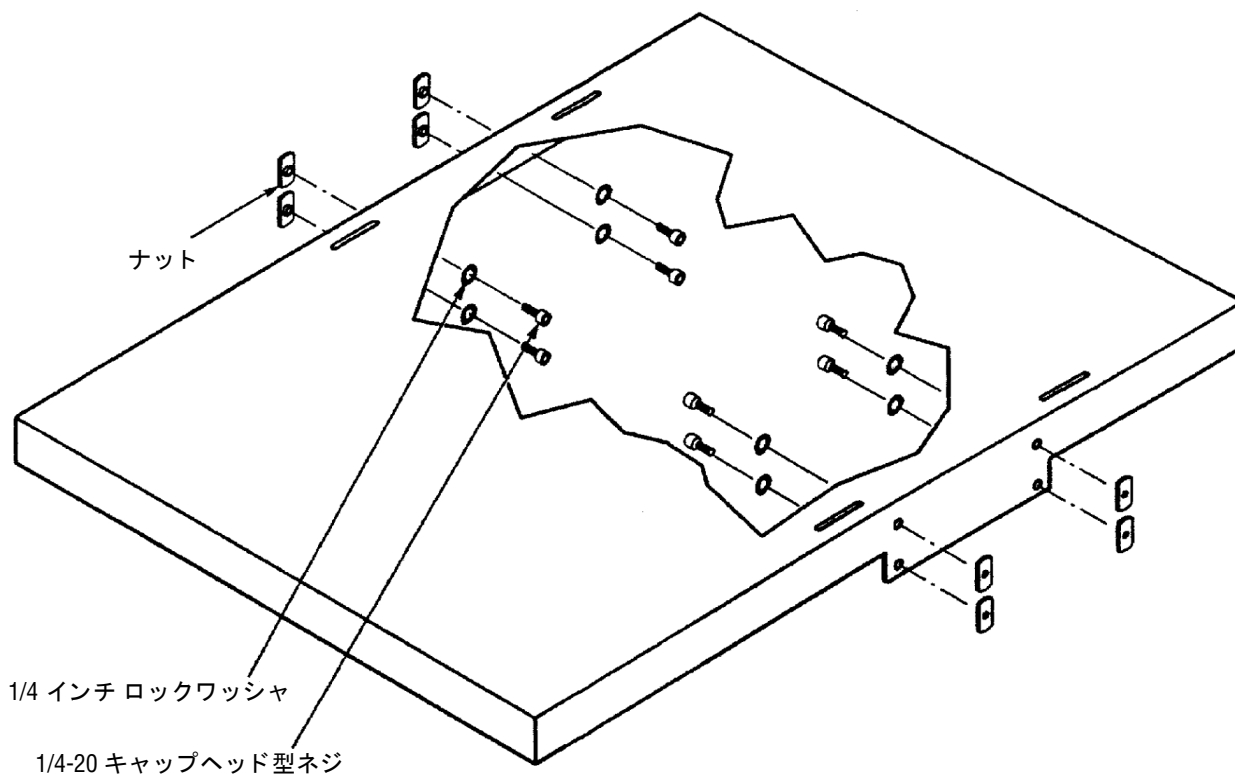

図 8: キーボード用棚板の準備
1. 図8に示すようにキーボード用棚板を準備します。棚板の両側面の4つの穴に、キャップヘッド型ネジ、ロックワッシャ、ナットを図に示すように取り付けます。ネジは固く締めずにゆるめにしておきます。ナットを1回転以上締めないでください。